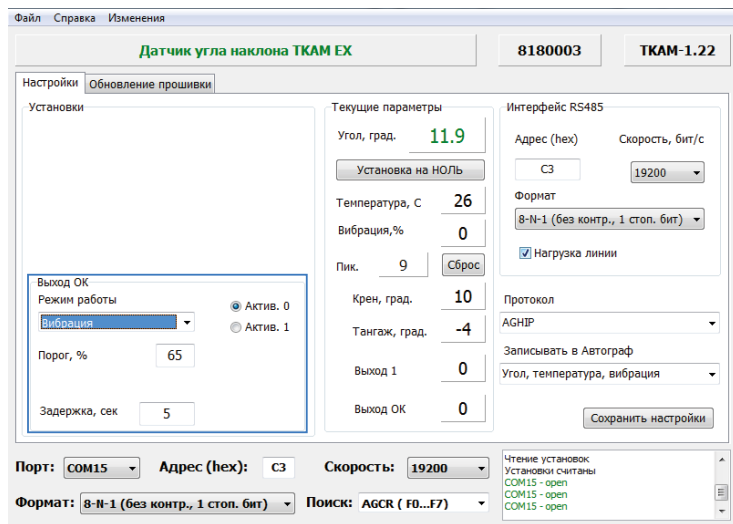

Рис.17. Настройка режима «Вибрация».
**Для данного режима необходимо настроить следующие параметры (Рис.17):**